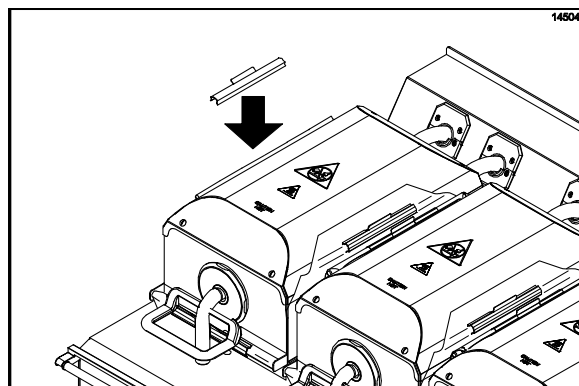

Рисунок 64
7. Восстановите на свое место антиадгезионные листы. (См. рис. 64)